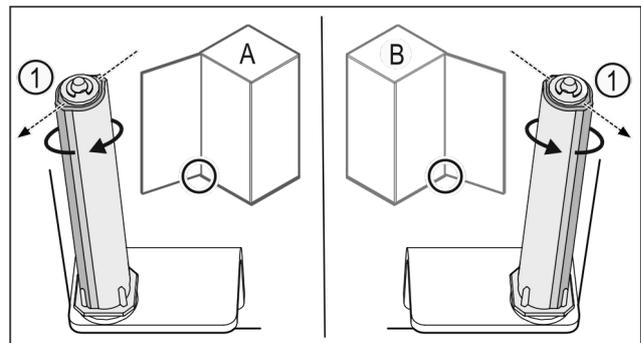

Fig. 41 Linksanschlag (A) / Rechtsanschlag (B)
- u Schließsystem gegen den Widerstand drehen, bis der Steg des Schließsystems Fig. 41 (1) nach außen zeigt.